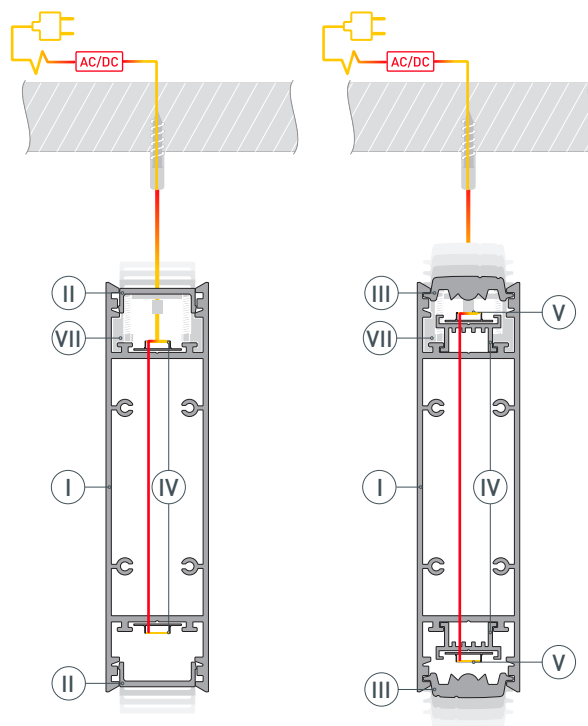

Рис. 5. Профиль с асимметричным экраном
- 6 / Установите фиксатор для троса (часть токопроводящего подвеса (VII)) в профиль (I) и проденьте трос подвеса в отверстие в профиле (I). Подключите токопроводящий трос к светодиодным лентам согласно инструкции, прилагаемой к ним. Закрепите фиксатор для троса в пазу профиля (I), закрутив металлические крепежные винты из комплекта подвеса (VII). Для установки троса без проводов повторить предыдущие пункты с подвесом, исключая пункт 3.
- 8** / Подключите токопроводящий подвес к блоку питания либо обесточенному сетевому источнику питания в зависимости от типа подключения. Затем установите заглушки (VI) и экран (II) на профиль (I). Если необходимо использовать асимметричный экран (III), установите его на конструкцию из профиля (I) с основаниями для лент (IV), как показано на рис. 5.